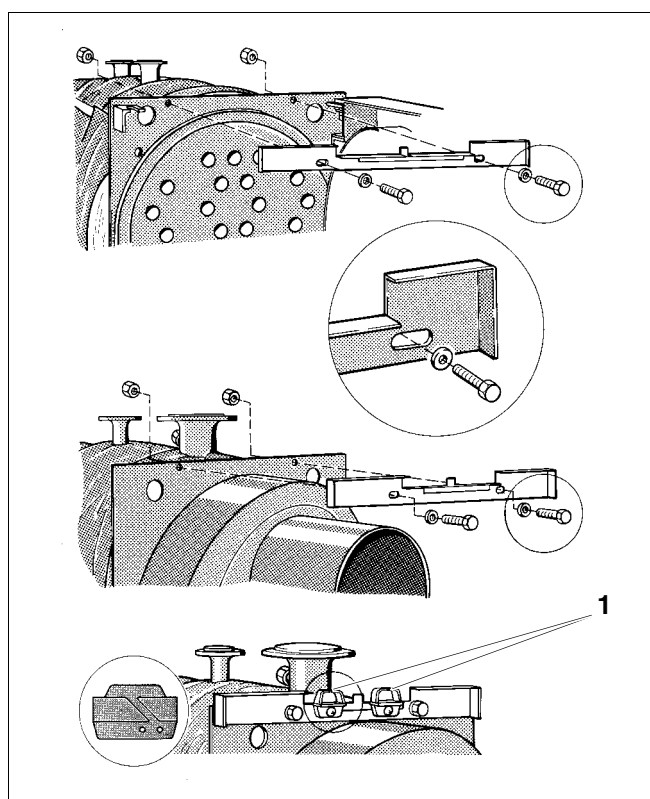

Fig. 10 Montagem do revestimento
- Aparafuse as travessas em cima à parede dianteira e traseira da caldeira com, respectivamente, 2 parafusos sextavados, anilhas e porcas (fig. 10).
- Aparafuse as braçadeiras de cabos (fig. 10, item 1) à travessa traseira com um parafuso de chapa.